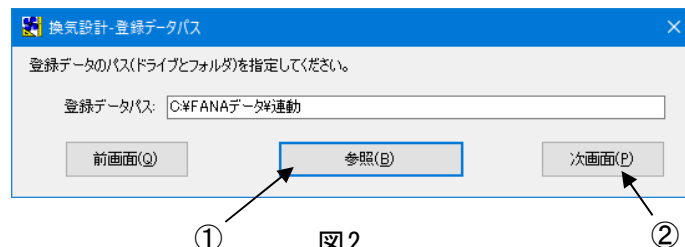

図2
2. 「登録データのパス(ドライブとフォルダ)を指定してください」と表示されます。データを保存したドライブとフォルダを[参照(B)] ボタン(図 2-①)などを利用して指定し、[次画面(P)] ボタン(図 2-②)をクリックします。